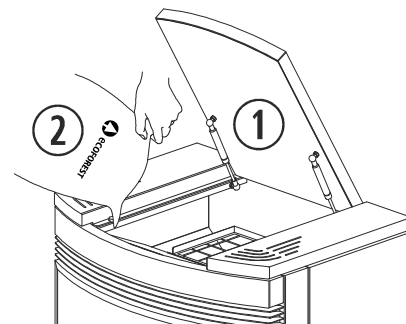
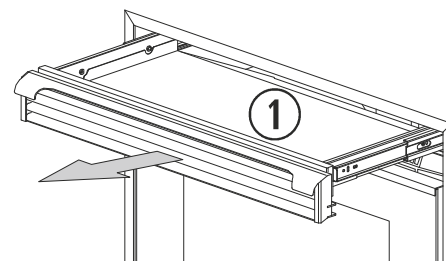

Figura 2
Figura 3
- 2.11. Para realizar o carregamento de combustível na estufa, devemos abrir a tampa do depósito e esvaziar o saco de combustível com cuidado para evitar que transborde. Ver *figura 2 (ECO III)*. O carregamento de combustível nos modelos *Córdoba* (*figura 3*) e *Córdoba Glass*, realiza-se extraíndo a bandeja de carregamento, graças aos puxadores que o friso de ar de convecção possui. Fazer o carregamento sempre em frio.
①	Tampa do depósito.
②	Combustível.